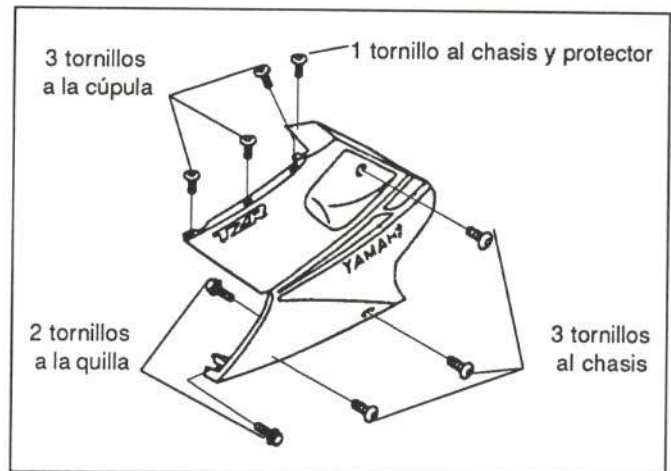

Figura 14.- Unión del carenado delantero
Va fijada de la forma indicada en la figura 14.
- Retirar uno de los dos carenados delanteros (figura 14).